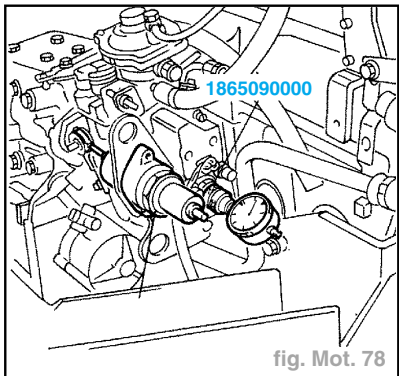

fig. Mot. 78
- Visser l'outil **1865090000** muni du comparateur au centième, à la place du bouchon précédemment enlevé, en positionnant le palpeur au contact du ciel du piston distributeur. Alimenter le bulbe thermique du dispositif KSB (1) avec une tension de **12 V** pour toute la durée du calage ; de cette façon on désactive le dispositif KSB (fig. Mot. 78).